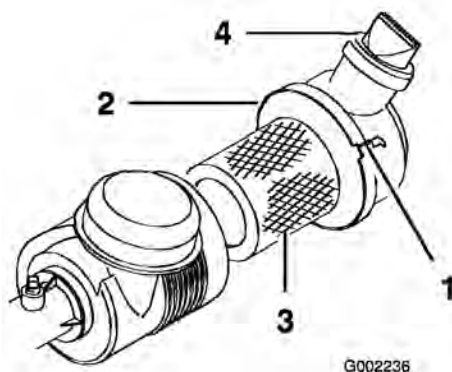

図 37
エアクリーナ本体にリーク原因となる傷がないか点検してください。本体とカバーがしっかり密着しているのを確認してください。破損したボディーは交換してください。また、使用ごとにバルブ(図 37)をひねって、ゴミを落としてください。フィルタの定期整備間隔は100運転時間です。
- ストラップをゆるめてカバーとボディー(図 37)を分離する。
- ストラップを固定する(図 37)。
- カバーを取り付け、バルブを下にしてストラップで固定する(図 37)。